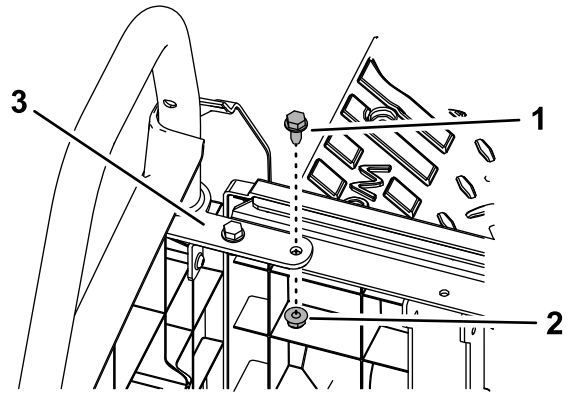

Рисунок 3
3. Выверните внутренний болт (5/16 x 3/4 дюйма) и гайку (5/16 дюйма) с левого и правого заднего кронштейнов ограничителей для бедра (Рисунок 3).